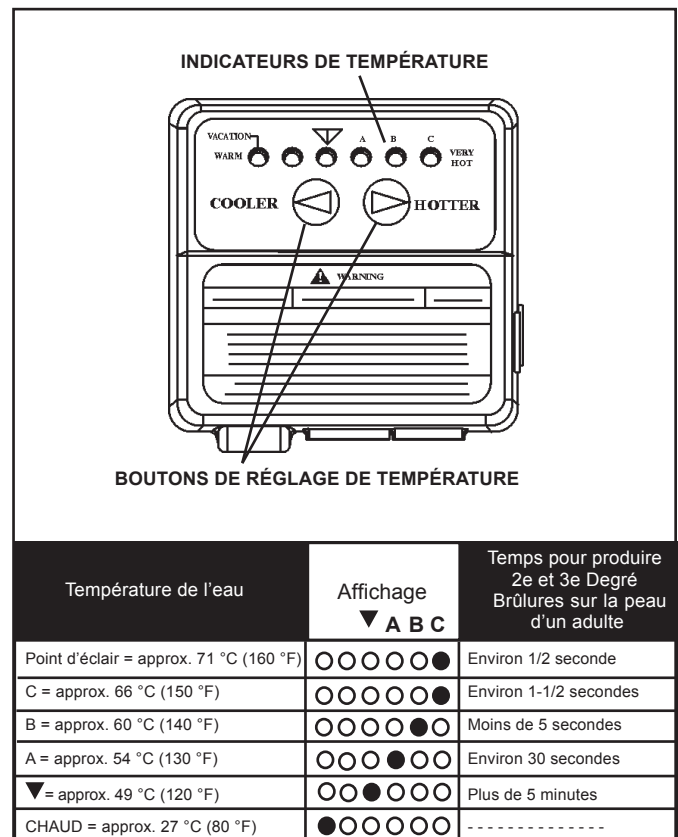

FIGURE 26.
L'EAU CHAUDE PEUT BRÛLER : Les chauffe-eaux sont destinés à produire de l'eau chaude. L'eau chauffée à une température qui conviendra au chauffage des locaux, au lavage des vêtements, au lavage de la vaisselle et à tout autre besoin de nettoyage peut brûler et provoquer des blessures irréversibles sur simple contact. Certaines personnes ont plus tendance à être blessées de manière irréversible par l'eau chaude que d'autres. Parmi elles, les personnes âgées, les enfants, les infirmes ou les personnes handicapées physiques/mentales. Si une personne quelconque utilisant l'eau chaude de ce chauffe-eau fait partie de l'un de ces groupes ou s'il existe un code local ou une loi d'État exigeant une certaine température d'eau au point d'utilisation, alors il faut prendre des précautions particulières. Outre le fait d'utiliser le réglage de température le plus bas répondant à vos besoins en eau chaude, un dispositif tel qu'un mélangeur devrait être installé au niveau des robinets d'eau chaude utilisés par ces personnes ou au niveau du chauffe-eau. Les mélangeurs sont disponibles dans des quincailleries ou magasins de fournitures de plomberie, voir la Figure 2. Suivre les instructions du fabricant pour l'installation des robinets. Avant de changer le réglage d'usine sur le thermostat, voir la Figure 26 dans ce manuel.
1. Faire « Réveiller » les indicateurs de température en appuyant sur et en maintenant enfoncés les deux boutons de réglage de température « COOLER » et « HOTTER » simultanément pendant une seconde, voir Figure 26. Un ou deux des indicateurs de température s'allumeront. Ces indicateurs resteront allumés pendant 30 secondes seulement si on n'appuie sur aucun autre bouton. Après 30 secondes, la commande reviendra en mode « Veille ».